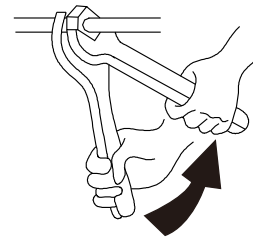

Fig. 4.4
(2) Atornille las tuercas con 2 llaves como se muestra en la Fig. 4.4.